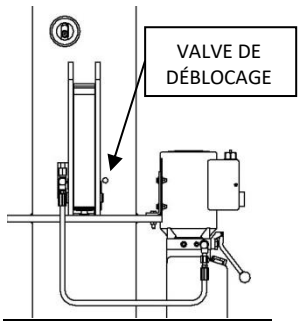

FIGURE 13 : VALVE DE DÉBLOCAGE
- 14. APPUYER SUR LA VALVE DE DÉBLOCAGE ET ENSUITE ABAISSER LA POIGNÉE DE DÉGAGEMENT DE PRESSION EN LES MAINTENANT TOUS LES DEUX POUR FAIRE DESCENDRE LES BRAS DE LEVAGE AU SOL. VOIR **FIGURE 13**.